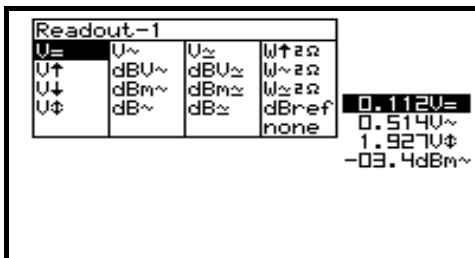

Fig 17
2. Use las teclas en forma de flecha para seleccionar la función deseada para la lectura de medida 1. (**fig. 17**)